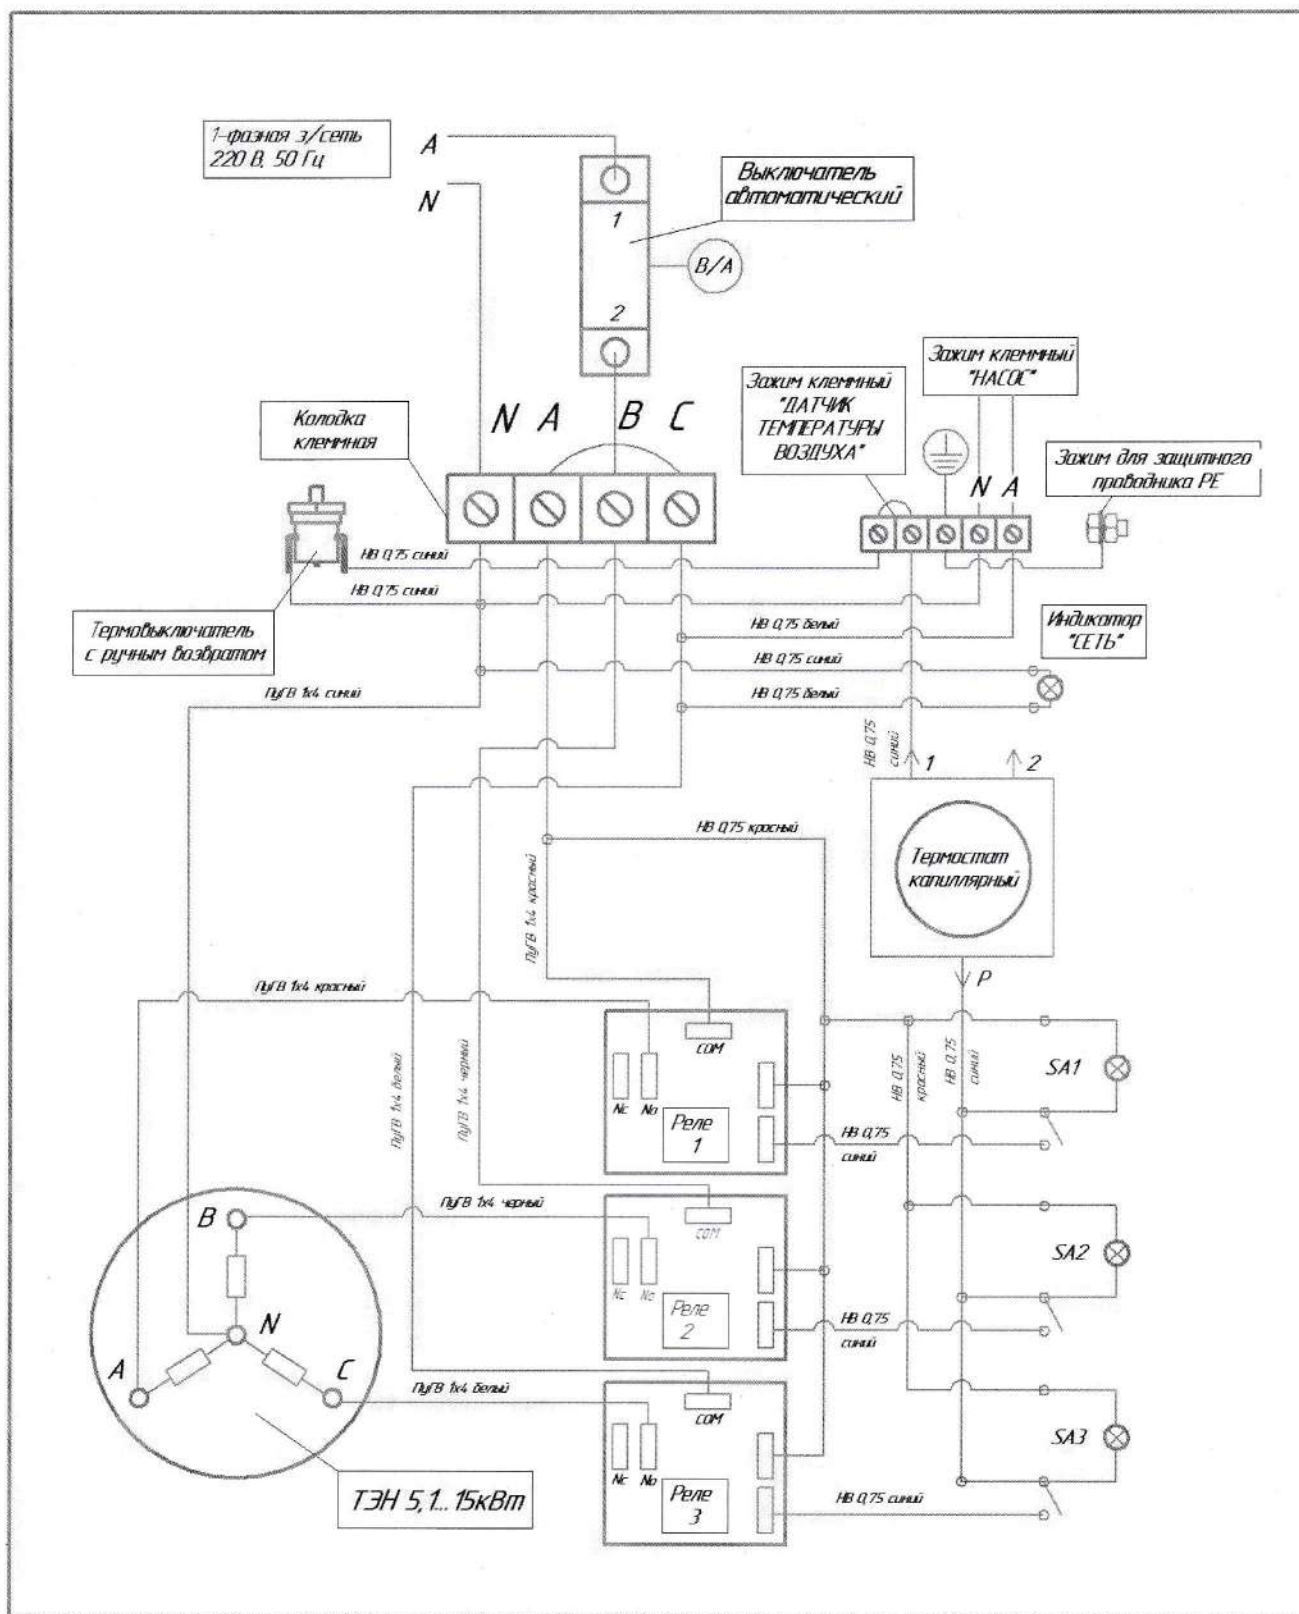

Рисунок 5
7.2.1 К приборам можно подключить датчик температуры (комнатный термостат). При подключении к зажиму "Датчик температуры воздуха" рис. 5 или рис.6 датчика температуры, схема управления прибора автоматически переключится на совместную работу с этим оборудованием, при условии, что все клавишные переключатели находятся в положении «I». Если выбран режим работы электроприбора с датчиком температуры следует помнить, что при размыкании контакта датчика прибор отключается.